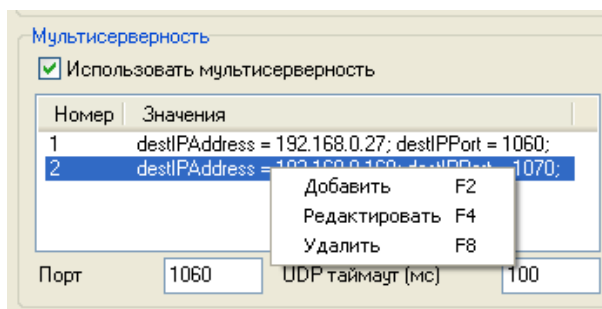

Рис.6
- **Мультисерверность** – включение мультисерверности, т.е. обмена пакетами между серверами связи(см.Рис.6). Ключ защиты ПО должен быть настроен на поддержку данной функции. В ключе должен быть прописан номер филиала. Посмотреть это можно выбрав подпункт меню «Информация о ключе защиты» пункта меню «Справка». В появившейся экранной форме должен быть указан номер филиала (не в скобках) отличный от нуля. Каждый филиал должен иметь в ключе защиты свой уникальный номер от 1 до 40.